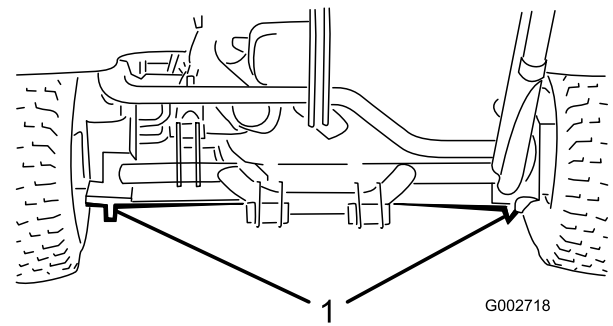

Figura 21
- En el lado izquierdo o derecho, debajo del motor de la rueda trasera o del bastidor (Figura 21).